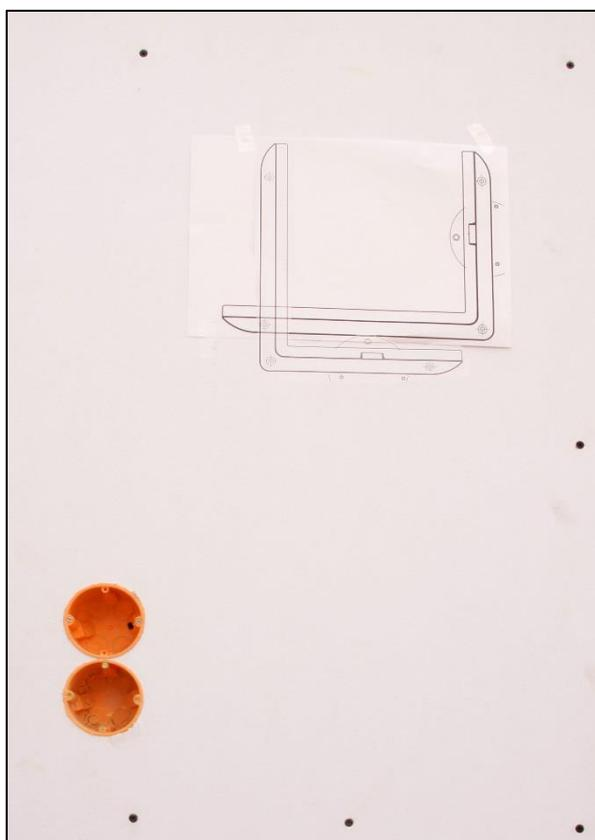

Abbildung 1 Versorgung über Leerrohr
1. Unter anderem wird bei Verwendung eines Unterputznetzteils empfohlen dieses in einer tiefen UP-Dose einer eventuell in der Nähe liegenden Schalterkombination unter zu bringen und später die Versorgungsleitung über ein Leerrohr herzustellen.(Abbildung 1) Der Durchmesser des Leerrohrs sollte 16mm nicht überschreiten um vollständig abgedeckt zu werden. Dadurch ist bei einem eventuellen Defekt des Netzteils ein schneller unkomplizierter Austausch möglich. Zuerst wird die Lage des Rahmens mit der beiliegenden Schablone festgelegt.